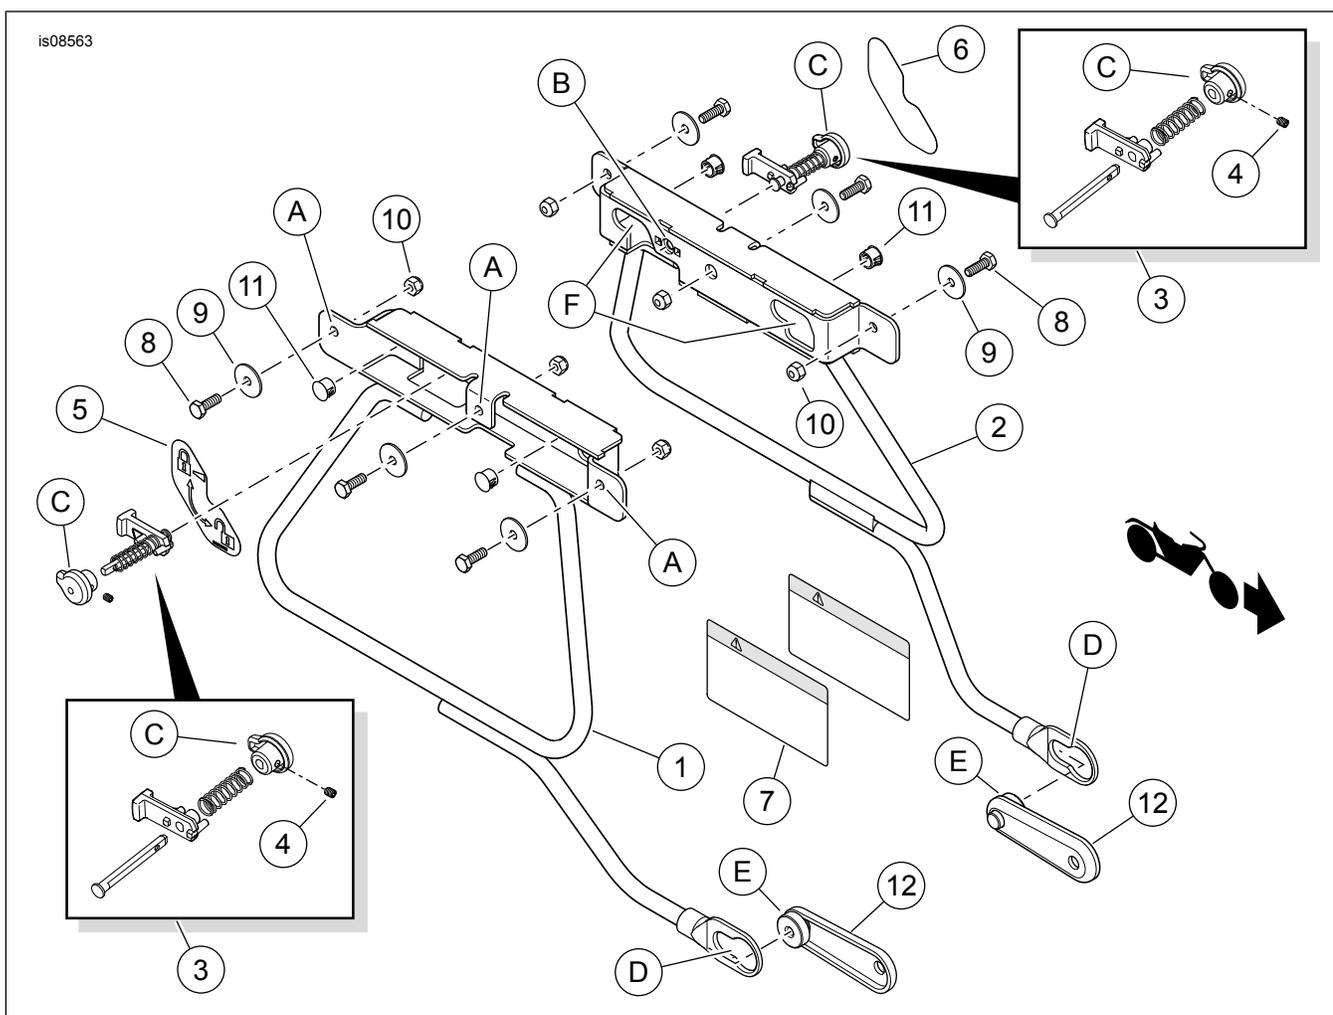

Figura 7. Peças de reposição: Kit de conversão do alforje removível Softail
2. Veja Figura 7. Puxe o botão (C, dentro do alforje, no canto traseiro superior). Gire o botão para destravar a posição (no sentido horário para o alforje esquerdo e no sentido anti-horário para o alforje direito).
3. Aproxime-se da motocicleta segurando o alforje. Gire para que o braço do suporte inferior fique ligeiramente para baixo. Insira o diâmetro grande do furo da chave (D, na extremidade do braço do suporte inferior) sobre o miniponto de suporte dianteiro inferior (E).
- b. **SEM acessórios removíveis:** Movimente o corpo do alforje para baixo para que os pontos de suporte padrão no suporte do para-lama/tampa da escora deslizem para as ranhuras (F) do suporte na parte traseira do alforje. **COM acessórios removíveis:** Movimente o corpo do alforje para baixo para que os minipontos de suporte externos (empilhados na parte superior dos pontos de suporte padrão no suporte do para-lama/tampa da escora) deslizem para as ranhuras (F) do suporte na parte traseira do alforje.
5. Puxe o botão (C) para fora. Gire o botão em direção à posição de TRAVA até que ele encaixe no local adequado. Pressione o alforje em direção à traseira do veículo para garantir que a trava esteja totalmente acionada.